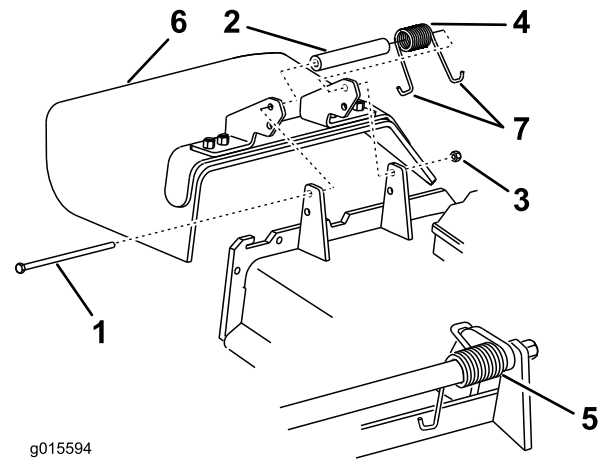

Figura 102
Nota: Asegúrese de colocar un extremo en **J** del muelle detrás del reborde de la carcasa antes de instalar el perno, según se muestra en Figura 102.
6. Coloque un extremo en **J** del muelle alrededor del deflector de hierba (Figura 102).